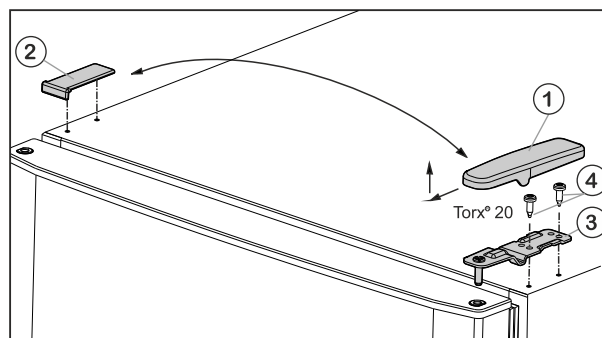
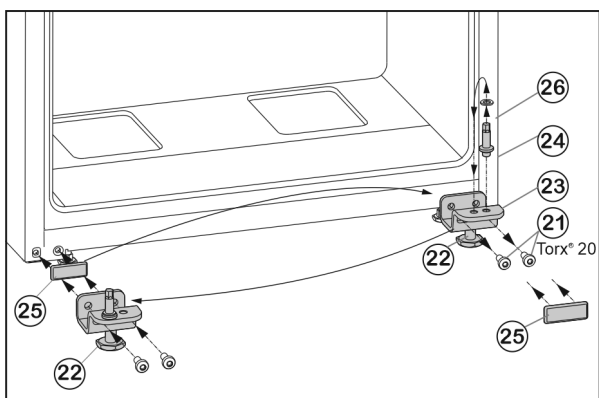

Fig. 5
Fig. 7
- ▶ Pokrov Fig. 5 (1) snemite s potegom naprej in navzgor.
- ▶ Dvignite pokrov Fig. 5 (2).
- ▶ Odvijte zgornji ležajni podstavek Fig. 5 (3) (2 krat Torx® 20) Fig. 5 (4) in ga s potegom navzgor snemite.
- ▶ Odvijte pritrdilna vijaka Fig. 7 (21).
- ▶ Odstranite ležajni podstavek spodaj Fig. 7 (23) skupaj z osovino ležaja Fig. 7 (24), podložko Fig. 7 (26) in nastavljivo nogo Fig. 7 (22).
- ▶ Odvijte osovino ležaja Fig. 7 (24) skupaj s podložko Fig. 7 (26) in jo prestavite v nasprotno odprtino ležajnega podstavka ter močno privijte.
- ▶ Previdno snemite pokrovček Fig. 7 (25) in ga prestavite na nasprotno stran.
- ▶ Ležajni podstavek spodaj Fig. 7 (23) skupaj z osovino ležaja Fig. 7 (24), podložko Fig. 7 (26) in nastavljivo nogo Fig. 7 (22) ponovno **trdno (s 4 Nm)** privijte na novo stran tečajev vrat, po potrebi uporabite akumulatorski izvijač.
- ▶ Spodnja vrata od zgoraj nasadite na osovino ležaja Fig. 7 (24).
- ▶ Ležajni podstavek na sredi (13) obrnjen za 180°, vstavite v spodnja vrata in ga **dobro (s 4 Nm)** privijte s pritrdilnima vijakoma (11) (2-krat Torx® 20) na novo stran s tečajji.
- ▶ Ponovno namestite plastično podložko (10).
- ▶ Zgornja vrata postavite na ležajni podstavek na sredini (13).
- ▶ Zgornji ležajni podstavek Fig. 5 (3) vstavite na vrata na novi strani s tečajji.
- ▶ Zgornji ležajni podstavek **trdno (s 4 Nm)** privijte (2-krat Torx® 20) Fig. 5 (4). Po potrebi uporabite akumulatorski izvijač.
- ▶ Pokrov Fig. 5 (1) na nasprotni strani od zunaj namestite in pripnite.
- ▶ Pokrov Fig. 5 (2) na nasprotni strani tudi od zgoraj namestite in pripnite.
- ▶ Nastavljivo nogo Fig. 7 (22) na ležajnem podstavku spodaj Fig. 7 (23) odvijte, dokler ne stoji trdno na tleh.